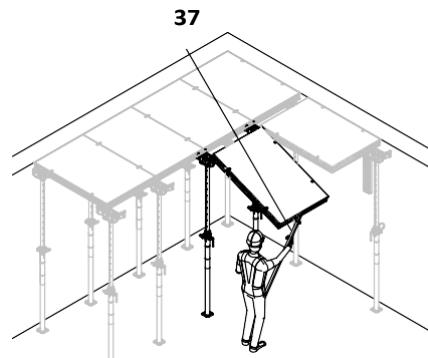

Fig. D2.14b
2. Повдигнете ел-та DP с кофражната вилица DUO (37) и го закачете на нея. (Fig. D2.14b)